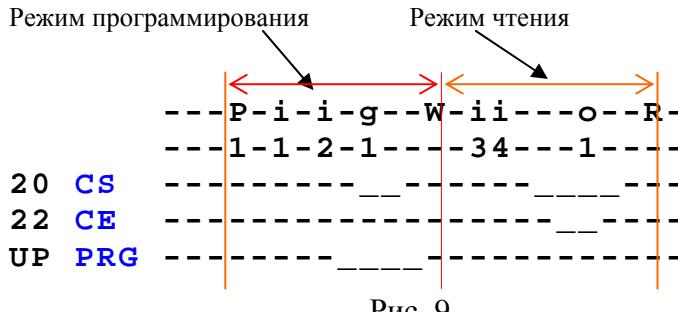

Рис. 9
Временная диаграмма Р-функции задает режимы программирования и чтения ячейки микросхемы ППЗУ (рис. 9). Алгоритм программирования задается программно в соответствии с ТУ на данный тип микросхем. Существующая версия программного обеспечения поддерживает следующие алгоритмы:
- слово задания адреса задается на временной диаграмме входным словом ‘**i**’ (*i*1 и *i*3 на рис. 9);
- слово задания данных в режиме записи задается входным словом ‘**i**’, в режиме чтения выходным словом ‘**o**’ (*i*2 и *o*1 на рис. 9).
Временные диаграммы режимов программирования и чтения ячейки микросхемы ППЗУ К573РФ4 показаны на рис. 9. В режиме программирования (такты диаграммы от ‘P’ до ‘W’) адрес ячейки задает входное слово **i1**. Данные записи, которыечитываются из файла задания данных, задаются словом **i2**. Далее на микросхему подаются импульсы ‘**PRG**’ (программирования) и ‘**CS**’ (выбор кристалла). Слово **g1** задает время программирования. В режиме чтения слово **i3** задает адрес чтения ячейки, **i4** – константа, которая подготавливает шину данных к чтению. В момент подачи на микросхему импульсов ‘**CS**’ и ‘**CE**’ (чтение) данные ячейки записываются в слово **o1**.